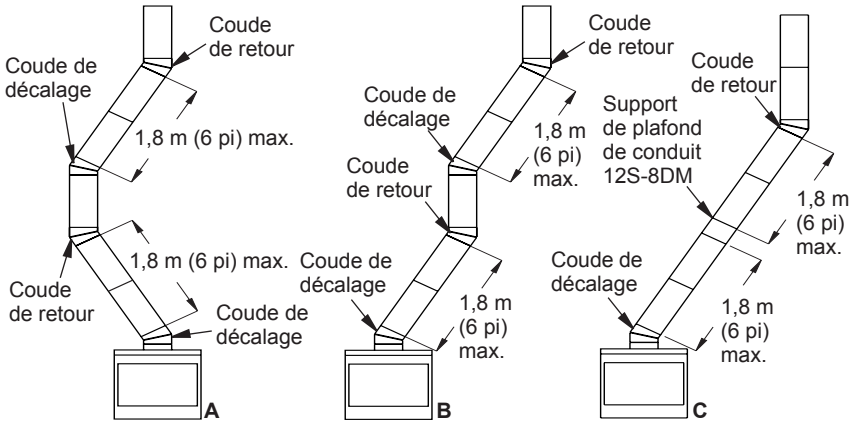

Figure 9 - Installation représentative d'un décalage
1. Afin d'obtenir le décalage voulu, vous pouvez installer toute combinaison de sections de conduit à double paroi de 30, 45, 60, 90 et 120 cm (12, 18, 24, 36 et 48 po) (voir le tableau des décalages, page 8 et la figure 9).
3. La longueur maximale du conduit entre les supports (coude de retour ou 12S-8DM) est 1,82 m (6 pi) de longueur d'angle. On peut installer un maximum de deux sections de longueur d'angle de 1,82 m (6 pi) par cheminée (voir figure 9).